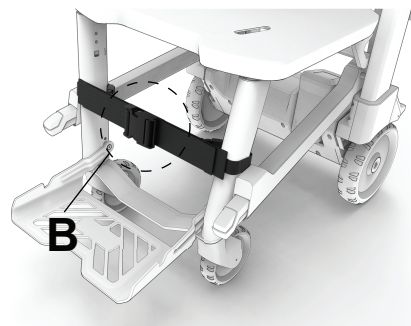

Figura 29 – Închideți catarama cu eliberare laterală cu reglare dublă
2. Înfășurați curelele în jurul gleznelor pacientului. Închideți catarama cu eliberare laterală mai mare, cu reglare dublă (B) (Figura 29).